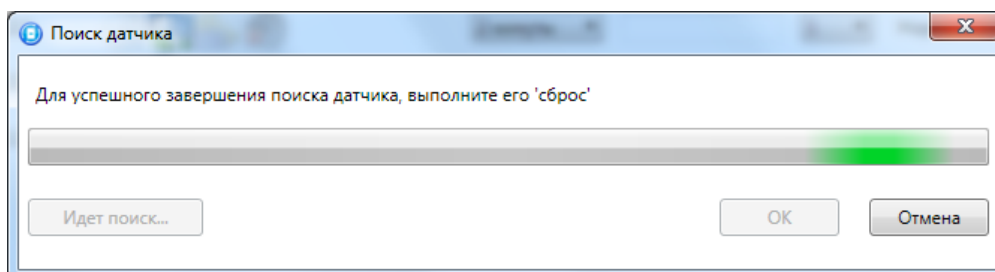

Рис. 6.2. Поиск радиоустройства
3. Контроллер начнет поиск радиоустройства (Рис. 6.2).